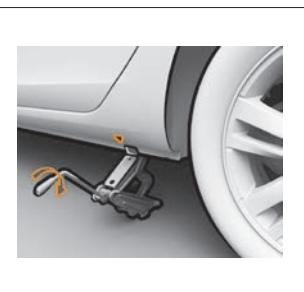

Рис. 3. Положение домкрата при замене колеса
- Установите домкрат в ближнее к заменяемому колесу обозначенное место так, чтобы выемка в упоре домкрата вошла в ребро порога, а пята домкрата находилась точно под упором (рис. 3). Места установки домкрата обозначены специальными подштамповками на порогах.